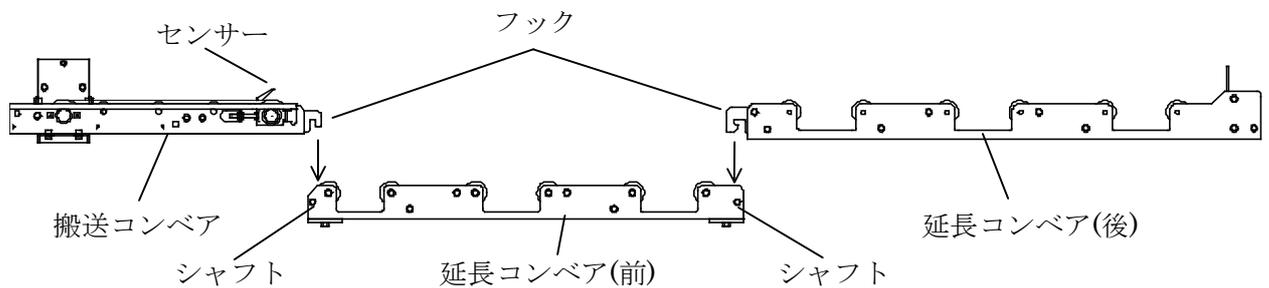

図3
(5) 搬送コンベア・延長コンベア(後)のフックを延長コンベア(前)のシャフトに引っかけて接続してください。(図3)